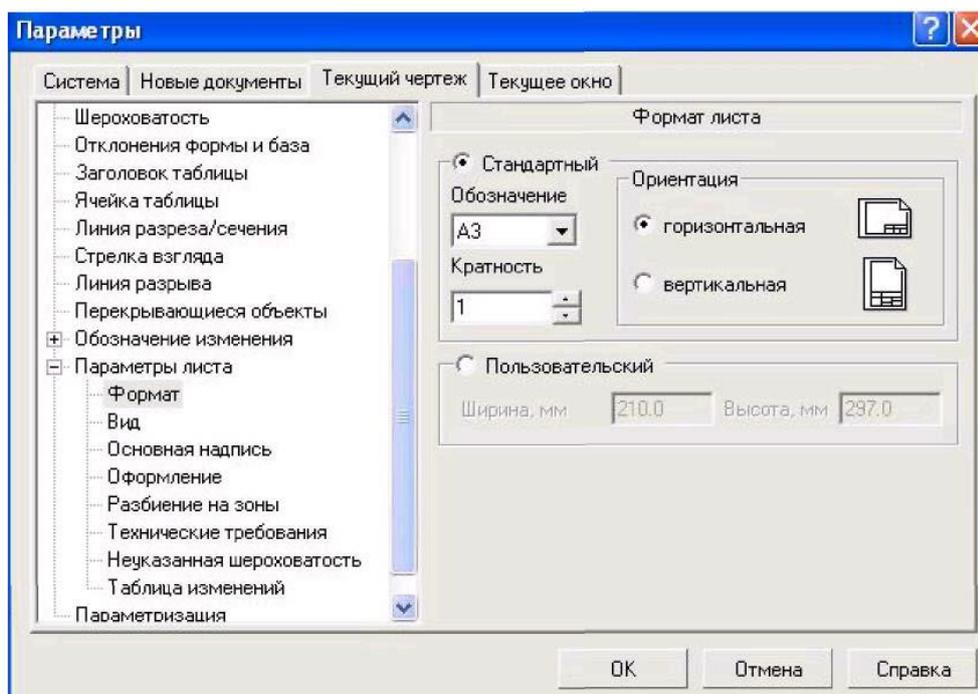

Рисунок 1.13. - Диалоговое окно Параметры
- 2) в появившемся диалоговом окне «Параметры» выбрать строку Параметры листа, а затем строку Формат (рис. 1.13);